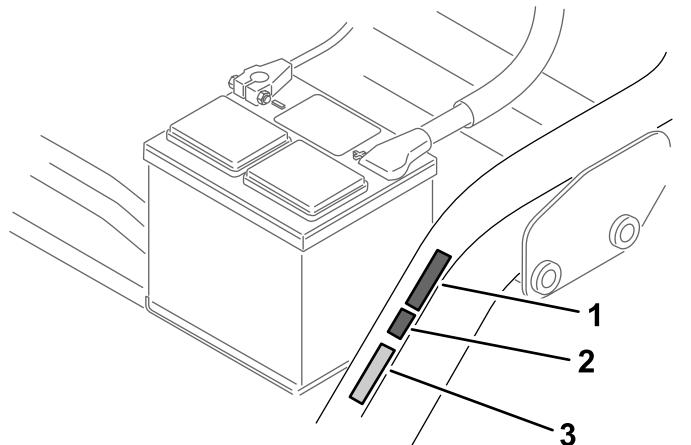

图16
- 将 CE 标贴粘贴在序列号牌旁边图16。
- 将 CE 生产年份标贴粘贴在 CE 标贴旁边 图16。